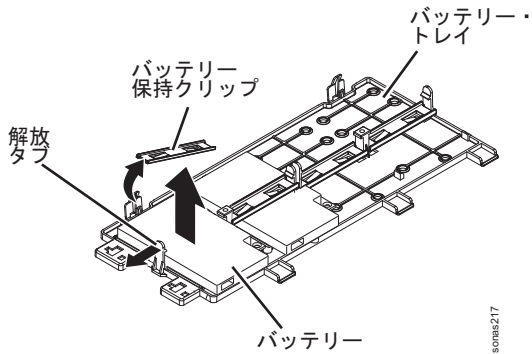

図 33. バッテリー保持クリップの解放
- a. バッテリーをリモート・バッテリー・トレイに固定しているタブからバッテリー保持クリップを取り外します。 図 33を参照してください。